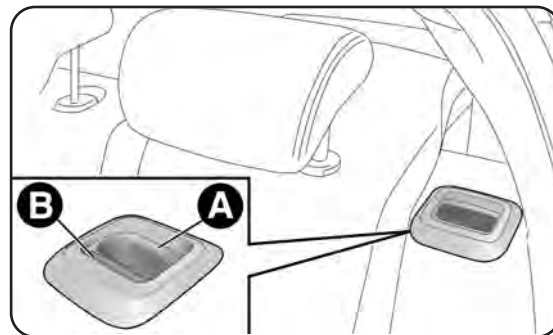

fig. 75
- solleva la leva A-fig. 75 per ribaltare la porzione sinistra oppure destra dello schienale e successivamente accompagna lo schienale sul cuscino (il sollevamento della leva A è evidenziato da una "banda rossa" B) .
Sposta lateralmente le cinture di sicurezza verificando che i nastri siano correttamente distesi senza attorcigliamenti. Solleva lo schienale precedentemente ribaltato fino a percepire lo scatto di bloccaggio del meccanismo di aggancio, verificando visivamente la scomparsa della "banda rossa" presente sulle leve A-fig. 75. La "banda rossa" indica infatti il mancato aggancio dello schienale. Riposiziona gli appoggiatesta inserendoli nelle proprie sedi.